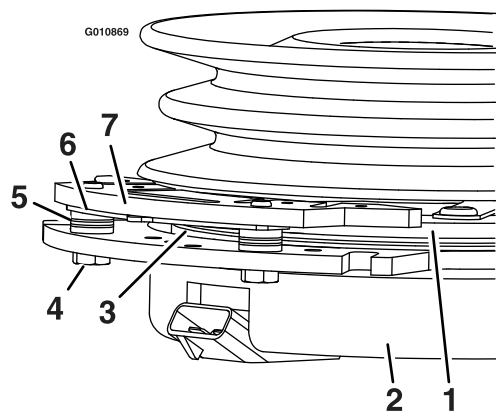

**Figura 68**
3. Retire el tapón guardapolvo de la rueda giratoria y apriete la contratuerca (**Figura 68**).
4. Apriete la contratuerca hasta que las arandelas de muelle estén planas, luego afloje  $\frac{1}{4}$  de vuelta para establecer la pre-carga correcta de los cojinetes (**Figura 68**).
**Importante:** Asegúrese de que las arandelas de muelle están correctamente instaladas, según se muestra en **Figura 68**.
5. Coloque el tapón anti-polvo (**Figura 68**).